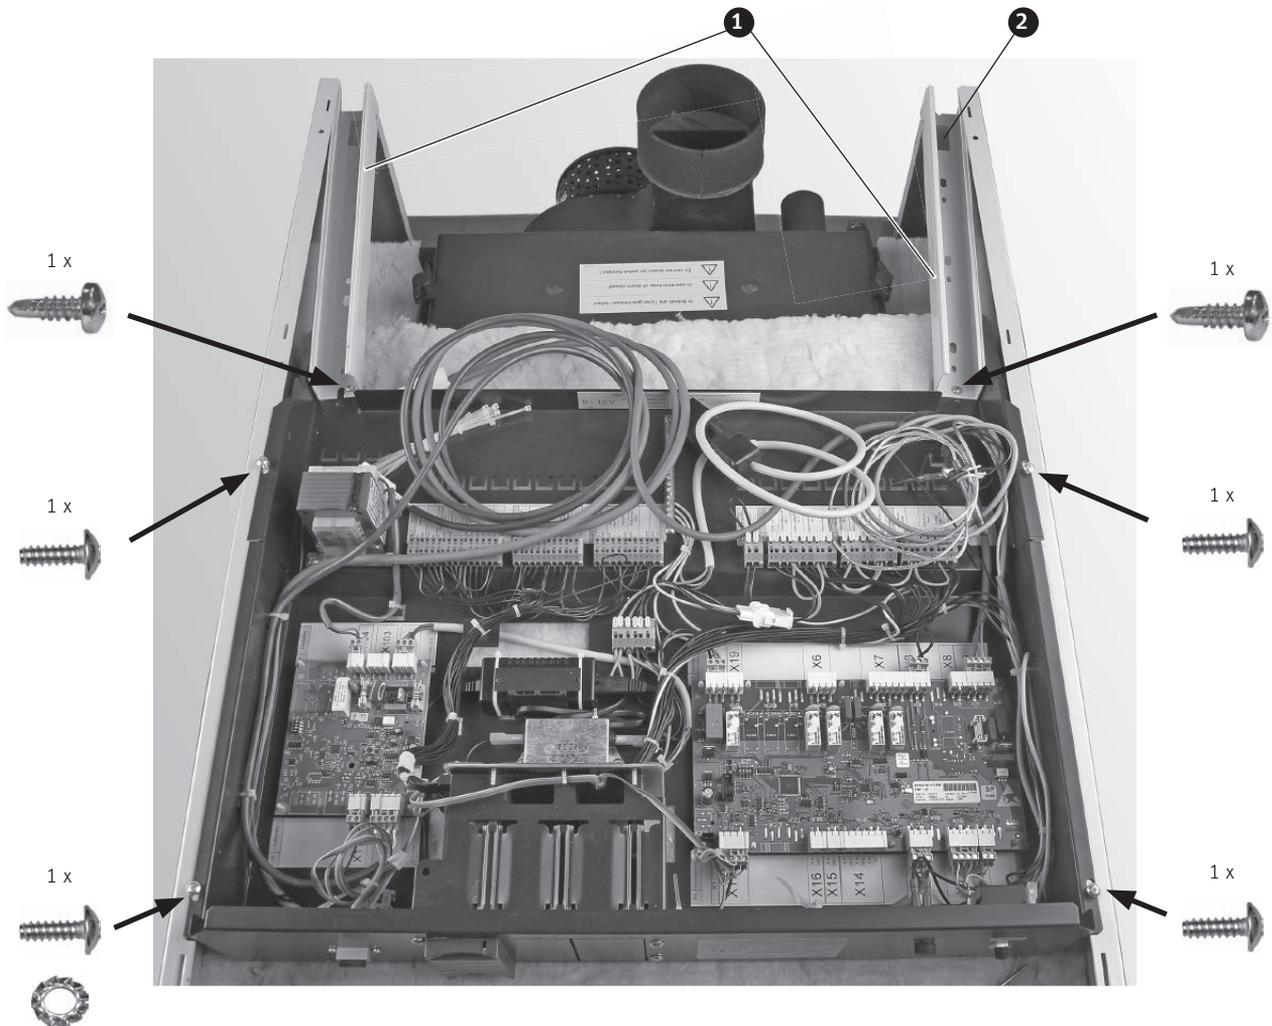

Fig. 53 Visser le tableau de commande sans serrer et fixer solidement les conduites de câbles
- ▶ Placer le tableau de commande sur les parois latérales et le fixer de chaque côté avec 2 vis à tête plate et 1 rondelle dentée pour la mise à la terre, sans serrer – Fig. 53.